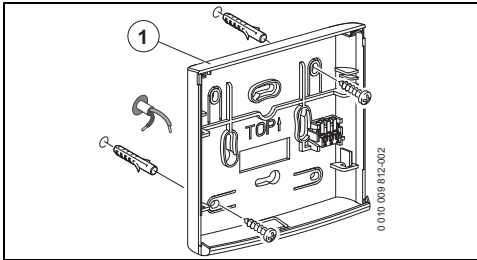

Bild 3 Montage des Wandsockels für das Funkmodul
- ▶ Wandsockel (→ Bild 3, Pos. [1]) waagrecht anbringen und festschrauben.